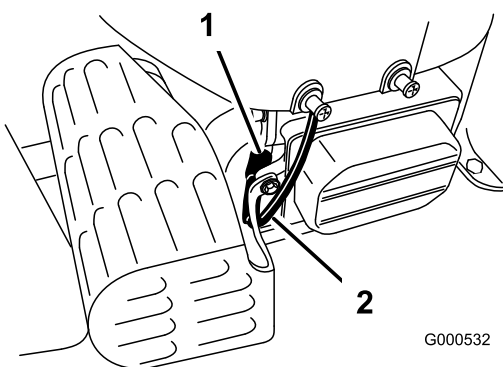

Figura 28
2. Staccate il cappellotto della candela (Figura 28). Pulite intorno alla candela per evitare che la morchia penetri nel motore e lo danneggi.
3. Collegate il cappellotto alla candela (Figura 28).